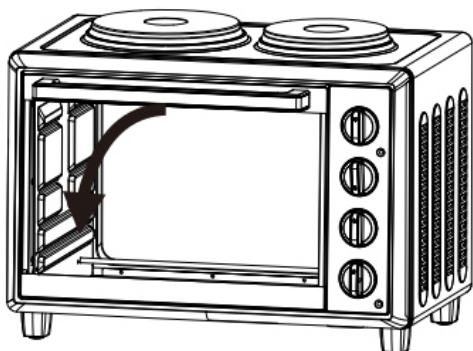
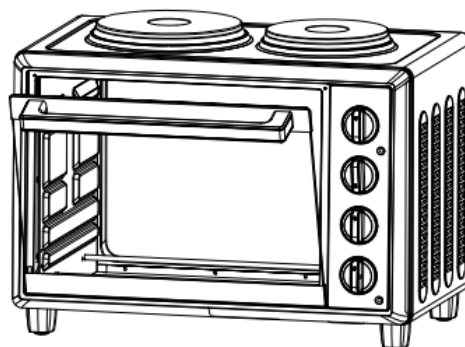

Fig. 9
Fig. 10
6. Aprire la porta del forno (Fig. 9) e inserire il cibo nel forno utilizzando la griglia e/o la teglia (Fig. 10).